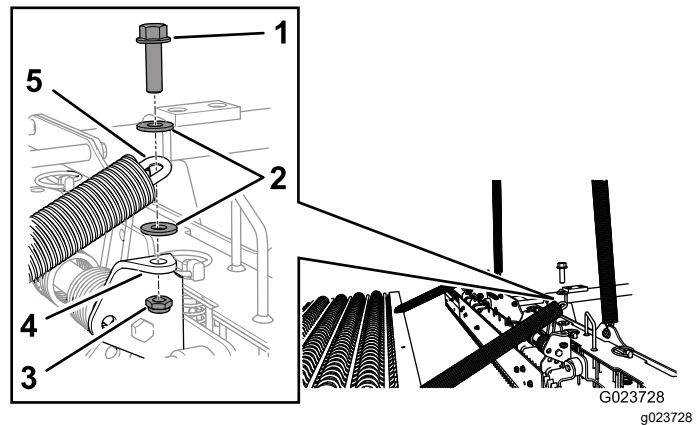

Figura 3
1. Alinhe a extremidade de uma corrente com o orifício no suporte do mesmo lado da carga nail (**Figura 3**).
2. Fixe a corrente ao suporte com um parafuso ($\frac{3}{8}$ x $1\frac{1}{4}$ de pol.), 2 anilhas e uma porca de bloqueio, conforme indicado em **Figura 3**.